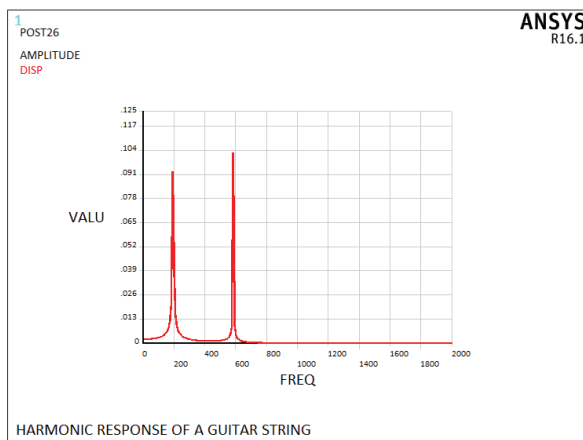

图 4-62 吉他弦的谐响应曲线
3) 选择 Main Menu | TimeHist Postpro | Graph Variables 命令, 出现 Graph Time-History Variables 对话框, 在 NVAR1 1st variable to graph 输入栏中输入 2, 单击 OK 按钮, ANSYS 显示窗口将显示长杆的位移时间响应曲线, 如图 4-62 所示。